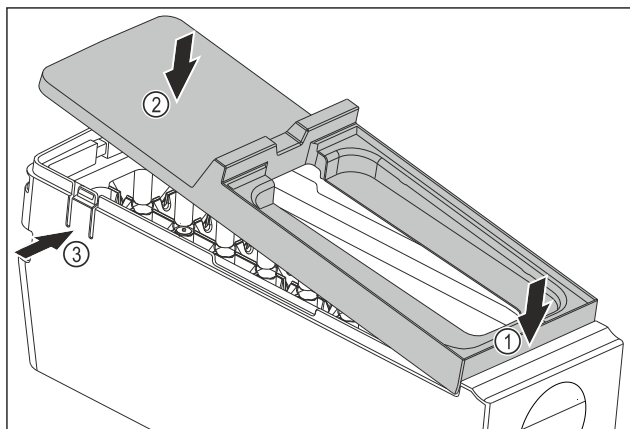

Fig. 107
- Szerelje fel az EasyTwist-Ice egység testének fedelét: Tegye fel előre a fedelet. Fig. 107 (1)
- Süllyessze le hátul a fedelet. Fig. 107 (2)
- A fedél hallhatóan bepattan mindkét fülbe Fig. 107 (3).